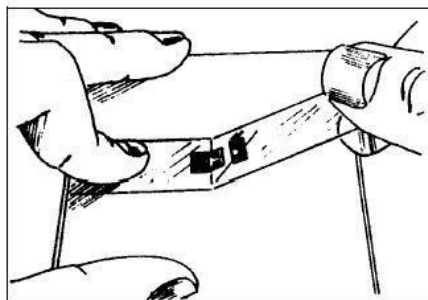

Figura D.1 Galga y terminal adheridas a la cinta.
a) Posicionamiento de la galga. Manipular la galga con unas pinzas finas y se coloca en una superficie químicamente limpia con la superficie de adhesión hacia abajo. Si se utilizan los terminales para soldar, se recomienda colocar a 1.6 mm del límite de la galga y alineadas en el centro. Colocar cinta adhesiva de unos 10 ó 15 cm de largo y colocarla sobre la galga y terminal, de tal manera que queden centradas en la cinta. Levantar la cinta cuidadosamente en un ángulo de aprox. 45° de la superficie, trayendo consigo la galga y terminal adheridas, como se muestra la figura D.1